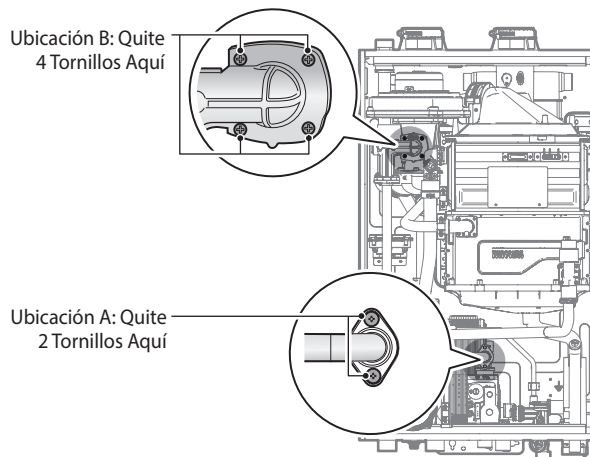

Figura 3. Separación de la Válvula de Gas del Tubo de Entrada de Gas y el Conjunto del Motor del Ventilador
- 9. Utilice un destornillador Phillips para quitar los dos tornillos de la ubicación A: la conexión bajo la válvula de gas donde se conecta al tubo. Consulte la Figura 3 como referencia. Una vez quitados los tornillos, separe cuidadosamente el tubo de la válvula de gas.